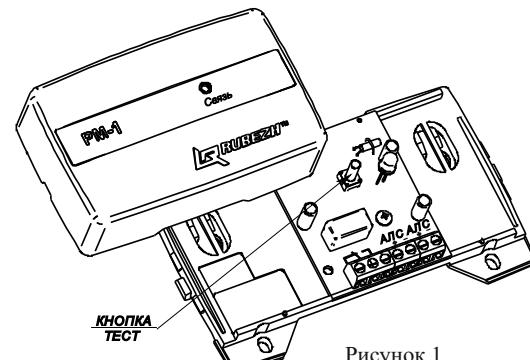

Рисунок 1
5.2 Конструктивно релейный модуль выполнен в виде блока, состоящего из пластамассового корпуса (основание и крышка), внутри которого размещена плата с радиоэлементами (Рисунок 1).
7.3 Для конфигурирования релейного модуля, начальный адрес которого неизвестен, необходимо зайти в меню прибора, выбрать учетную запись **Инсталлятор** и ввести пароль (по умолчанию пароля нет), выбрать пункт **Настройка (Конфигурация)** => **Сервис** => **Адресация устройств** и нажать кнопку **ТЕСТ** на релейном модуле (Рисунок 1). На экране прибора откроется меню параметров РМ-1: